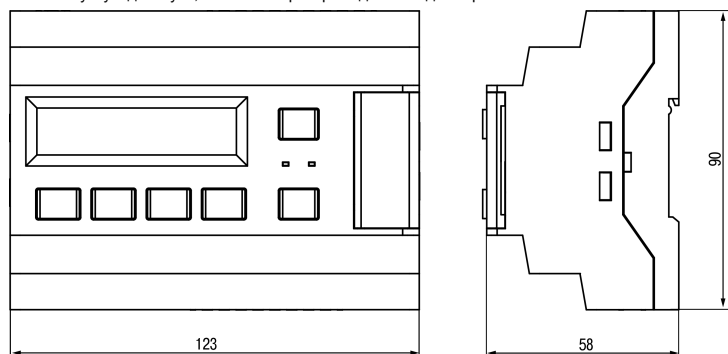

Рисунок 2 – Габаритний кресленник пристрою
1. Підготувати на DIN-рейці місце для встановлення пристрою відповідно до розмірів пристрою (див. рисунок 2).